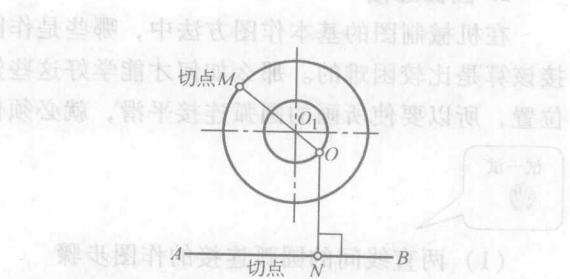

图 1-6 圆弧和直线间的
3) 作  $ON$  垂直于直线  $AB$ , 垂足为  $N$ ; 连接  $OO_1$  并延长交已知圆弧于  $M$  点、 $M$ 、 $N$  即为连接圆弧的切点, 如图 1-6 所示。